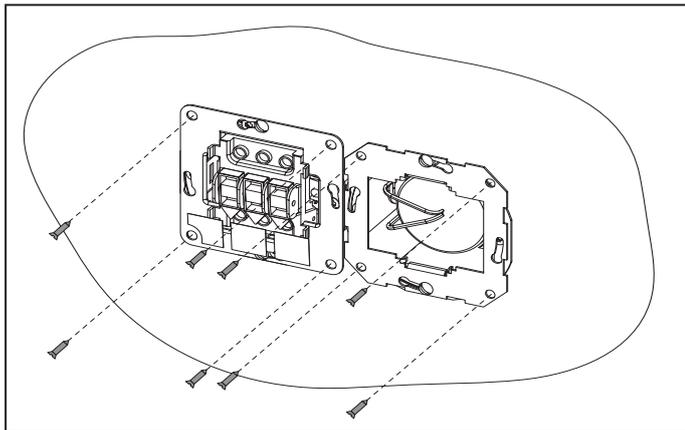

Рис. 20.
17. Установите блок управления и питания в полости в стене (рис. 20).